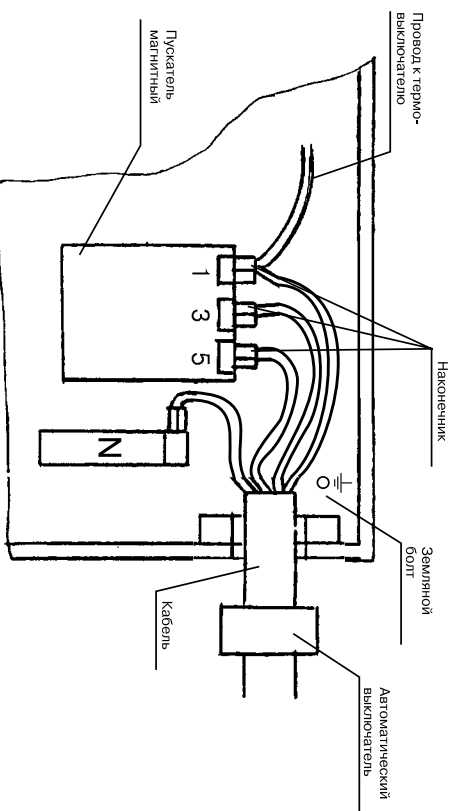

Рис.3.
5.3. Подключение электрочугела к электросети производится согласно схеме рис. 3 с обязательным применением наконечников из комплекта поставки. Наконечники закрепить к проводам рабочей (фазной) проводки (3 шт.), к проводам рабочей и защитной нейтральной (2 шт. – П6-6-ЛТ-07), опать, закрепить гайками и защитной нейтральной (контакты 1,3,5), клемме нейтральной (N) и клемме заземления (\perp).